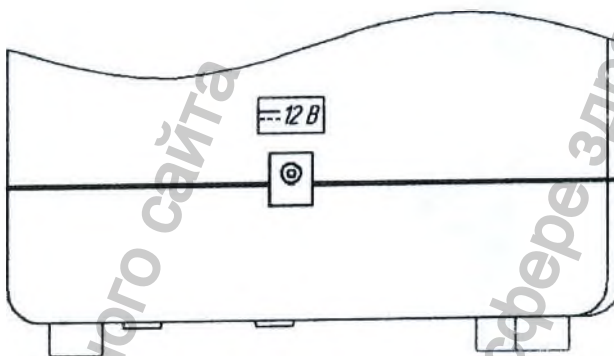

Рисунок 2 - Блок управления отсасывателя ОМП-5/80-01.
2.4.2.2 На боковой стороне блока управления (рис. 2) расположен разъем «12 В» для: